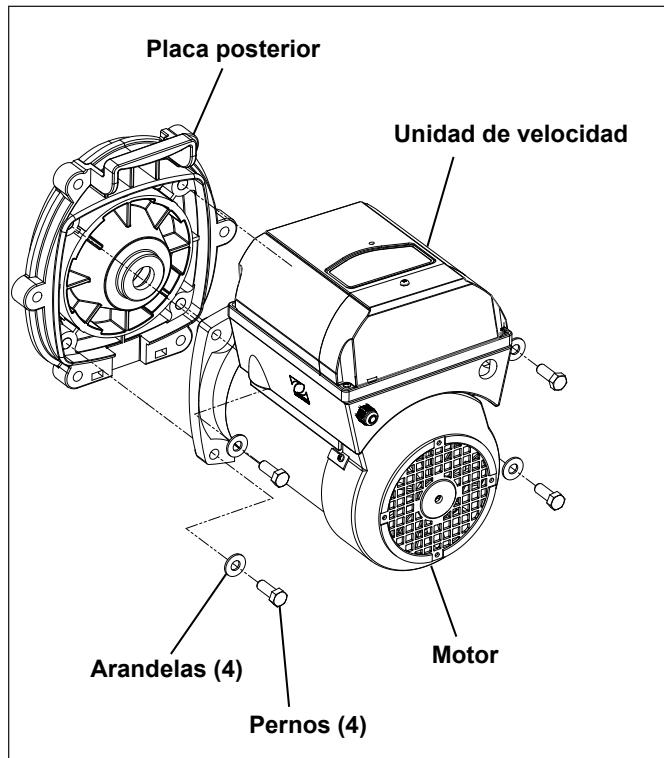

Figura 20. Montaje de la placa posterior
- Tenga en cuenta la alineación de la placa posterior del motor, como se muestra en la figura 20. Coloque la placa posterior del motor con el lado de la junta tórica hacia abajo, desatornille los cuatro tornillos de 9/16" y quite el motor.
- Sustituya los cuatro (4) tornillos y arandelas que sostienen la placa del motor y apriete hasta un torque de 15 lb-pie. Véase Figura 20.